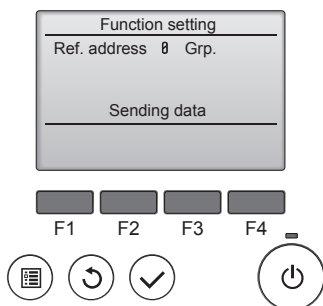

Fig. 6-15
⑤ (Fig. 6-15)
① Ga naar de modus voor functieselectie